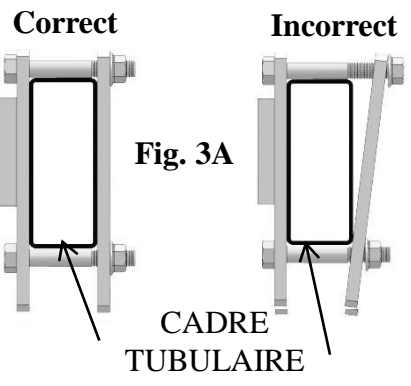

Fig. 3A
Serrer les écrous à embase (P) au couple de 75 lb-pi. Les serrer uniformément. Ne pas en serrer un complètement avant d'en serrer un autre. Serrer uniformément. Voir la figure 3A. La bride intérieure (N) se courbera si le serrage n'est pas effectué correctement.